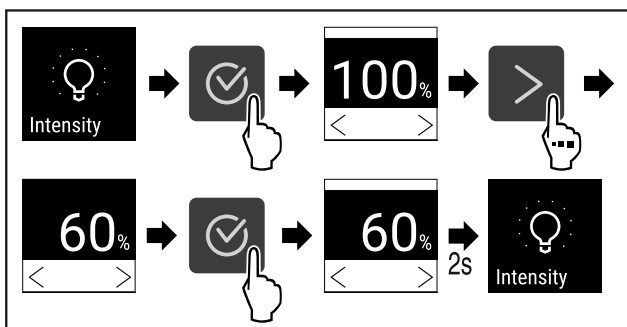

Fig. 89
- ▶ Suivre les étapes (voir Fig. 89).